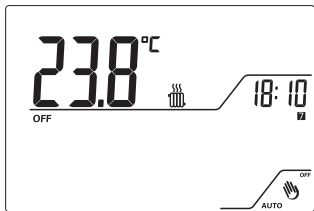
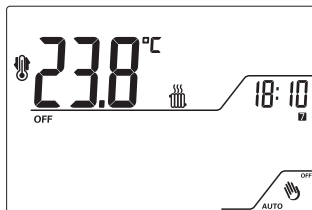

Fig.21
Fig.22
5.4.1 La funzione di OFF si attiva tenendo premuto il tasto  per almeno 4 secondi, con e senza la funzione Antigelo. Quest'ultima è importante per evitare danni causati da temperature troppo basse. La Fig.21 indica che l'impianto è in OFF con la funzione Antigelo attiva; La Fig.22 indica che l'impianto è in OFF con la funzione Antigelo disattivata, mostrata dal simbolo .